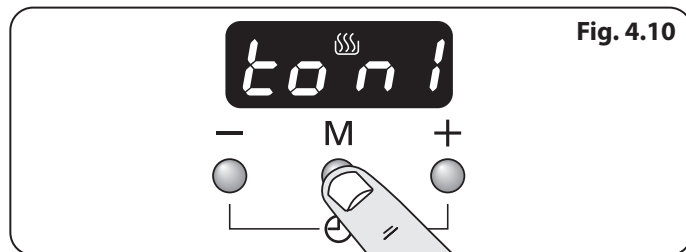

Fig. 4.10
1. Appuyer simultanément sur les boutons [+] et [-], puis sur le bouton mode [M]. L'écran indiquera « ton 1, 2 ou 3 » (**Fig. 4.10**).